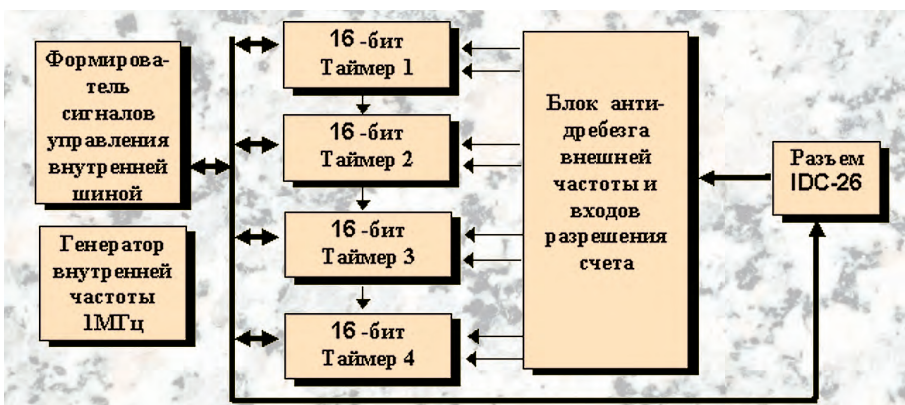

Рис. 5. Блок-схема 24 каналов варианта «t00»
- «t00» (рис. 5) — 16 16-разрядных таймеров с внешней или внутренней частотой счета.